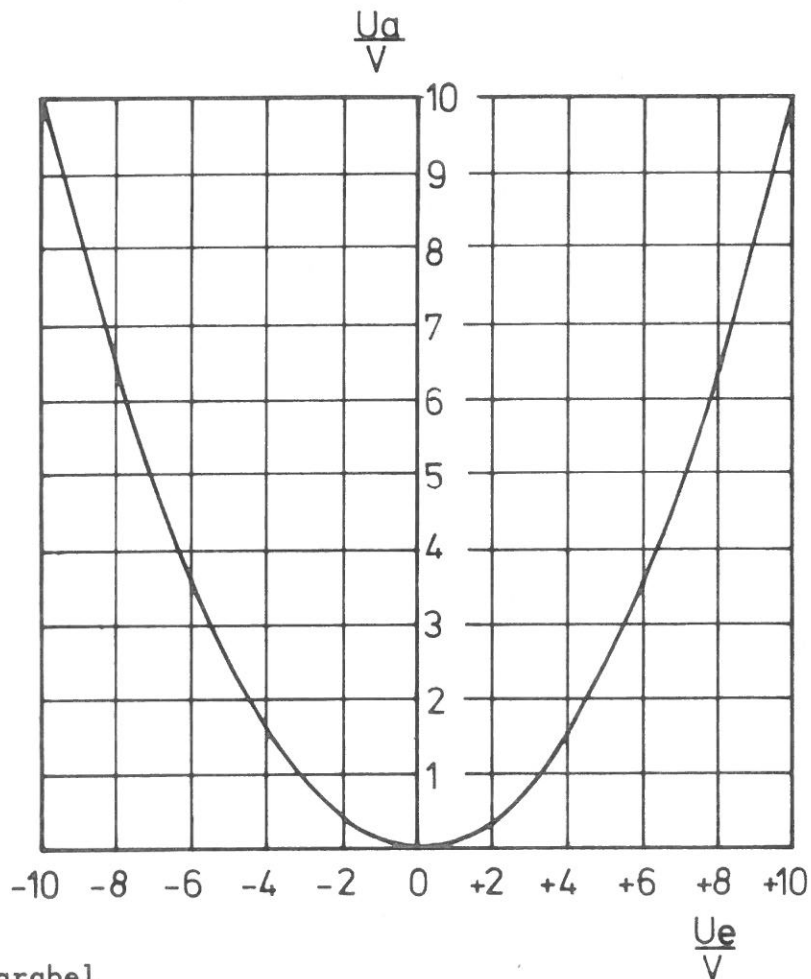

Bild 6 Parabel
5.2 (Zu 4.2) Bild 6 zeigt die sich ergebende Parabel